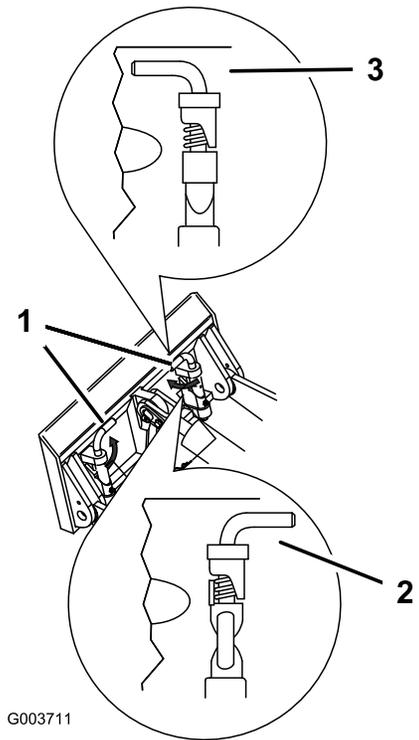

図 23
7. クイック取り付けピンを取り付けプレートにはめ込み、確実にハマっていることを確認する（図 23）。